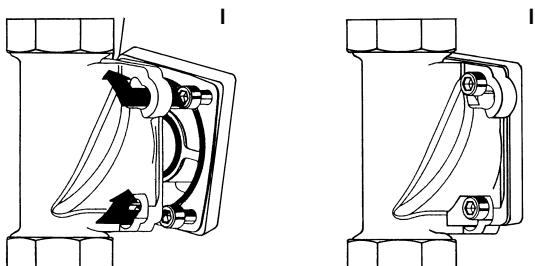

Abb. 5: Montage der Wasserenthärtungsanlage
- / An den Einbaudrehflansch so ansetzen, dass die Schraubenköpfe durch die Bajonettbohrungen hindurch gehen (siehe Abb. 5 I).
- / Die Wasserenthärtungsanlage ca. 30° im Uhrzeigersinn zurück schwenken (siehe Abb. 5 II).
- / Die Wasserenthärtungsanlage so an den mit „G“ gekennzeichneten Flansch des Umgehungsventils ansetzen, dass die Schraubenköpfe durch die Bajonettbohrungen hindurchgehen (siehe Abb. 5 I).